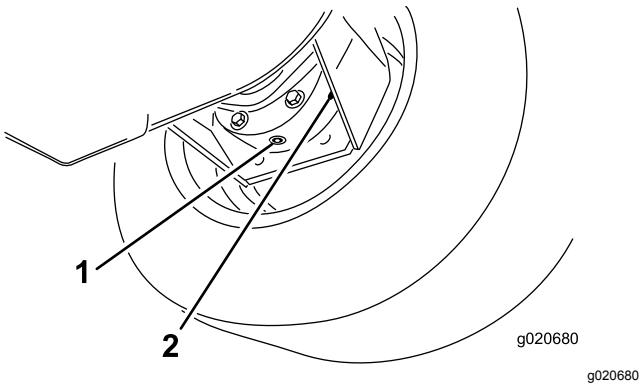

Figura 93
- Mettete una bacinella sotto la scatola del freno, togliete il tappo di spurgo e lasciate defluire l'olio (Figura 93).